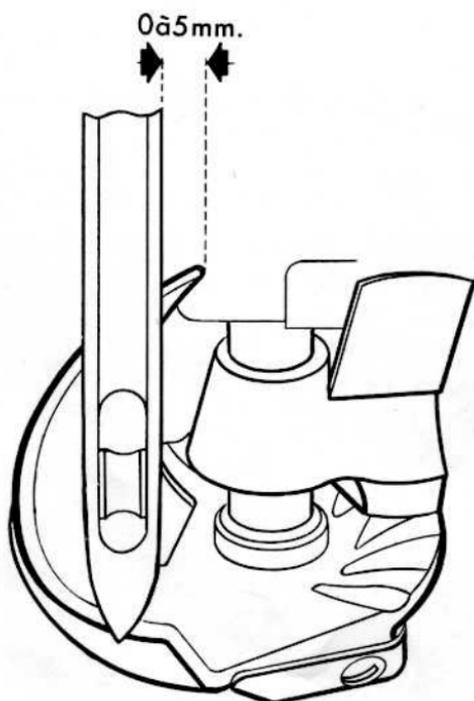

Fig. 18
- Les aiguilles étant toujours en position avancée maximum, vérifier que la pointe de l'entraîneur dépasse l'aiguille d'une valeur comprise entre 0 et 5 mm maximum, comme indiqué sur la figure 18.